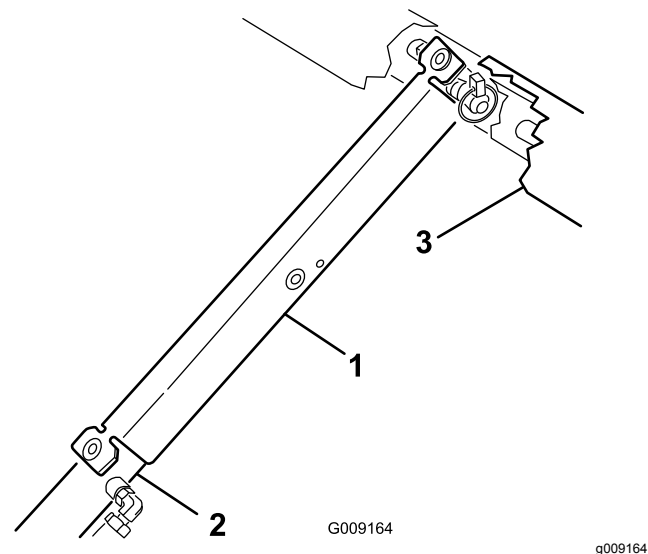

Рисунок 22
3. Поместите опору кузова на шток гидроцилиндра, проследив за тем, чтобы концевые лепестки опоры опирались на торец корпуса гидроцилиндра и торец - штока гидроцилиндра (Рисунок 22).